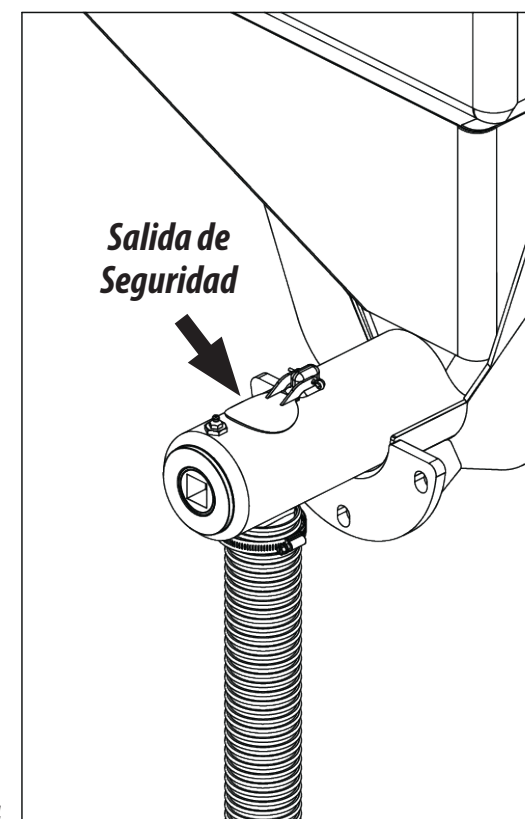

Figura 14
- 2- El sistema individual de distribución de alto caudal posee una salida de seguridad, pues si la manguera estuviere tapada, cuando el abono entra en el dosificador, este comenzará a perder por esta salida de seguridad, garantizando el funcionamiento del sistema sin dañarlo, conforme muestra la figura 14.